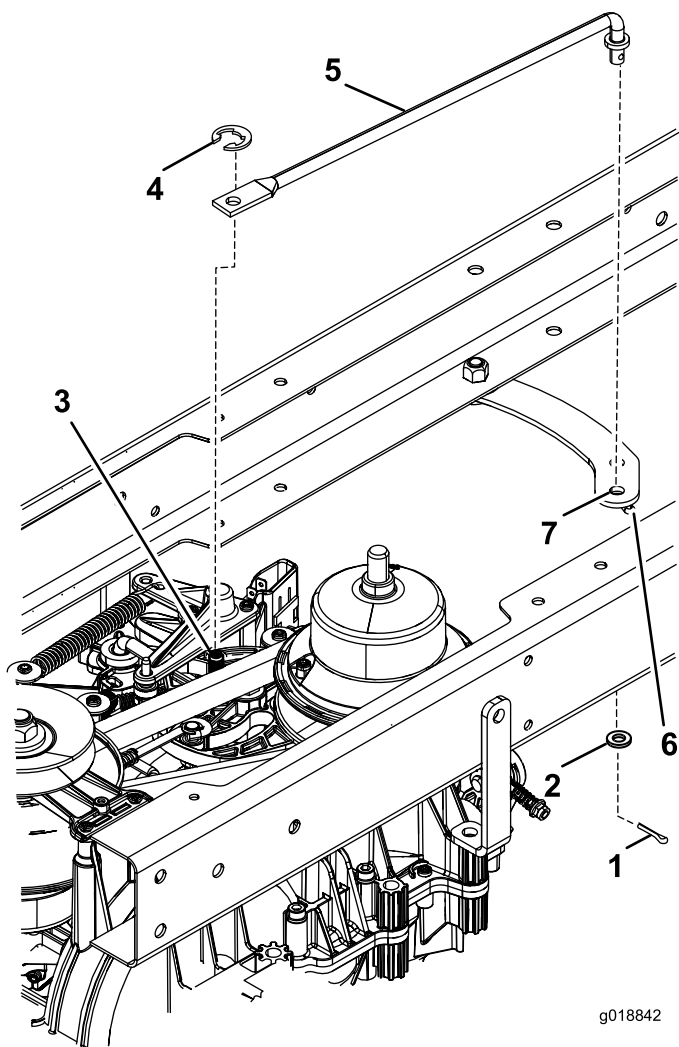

Figure 3
4. Montez le bras de liaison arrière de commande de déplacement au moyen de la rondelle plate et de la goupille fendue (Figure 3) fournies dans ce kit et du clip en E existant retiré à l'opération 2.